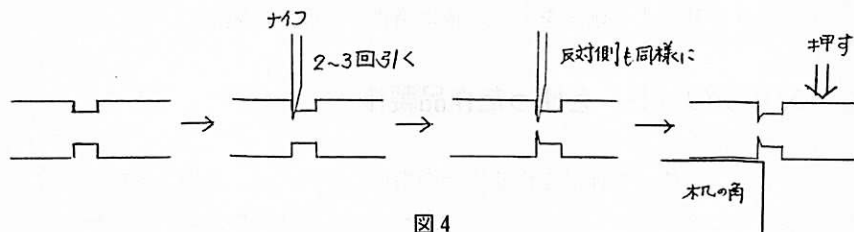

図4
①のこぎりでの縦びきが楽にでき、失敗も少ない。
②木端削りが正確にできる。
③カセットに応じた幅決めが簡単にできる。
④加工時間が減少できる。
⑤溝の利用の仕方、色々な工夫が楽にできる。
①は、溝が案内溝となるため、切削量も少なく、切断しやすくなる。のこぎりを使わなくても、ナイフなどを使って、簡単に切断することができる（図4）。